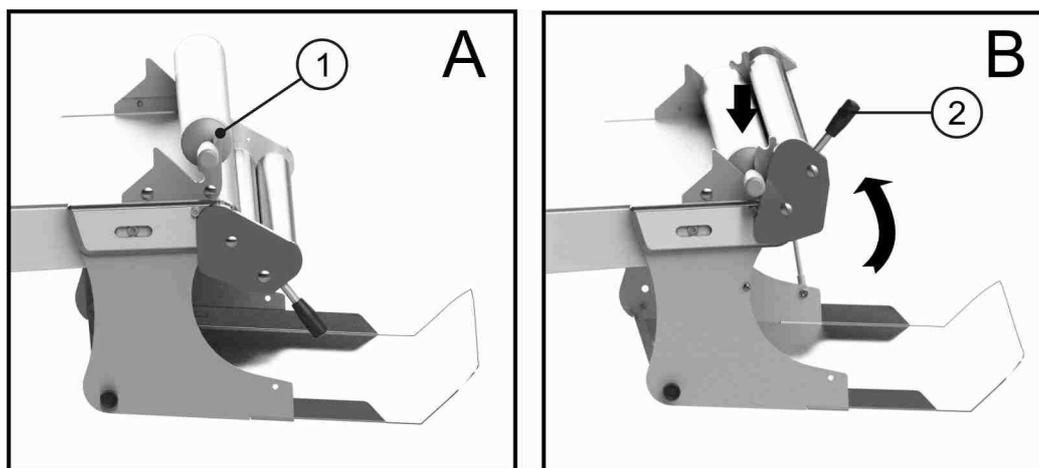

Рисунок 16
Во время производства теста наматывающее устройство должно быть отключено А (смотрите Рисунок 16), при этом скалка должна находиться в специально выделенном для неё месте из.1.
- Повернуть наматывающее устройство вверх и установить его в рабочей позиции посредством рычага из.2 Рисунок 16, вследствие чего скалка упадёт на опору стола в рабочую позицию
- После окончания намотки теста, необходимо остановить работу оборудования и поместить наматывающее устройство в изначальное положение А (смотрите Рисунок 16)